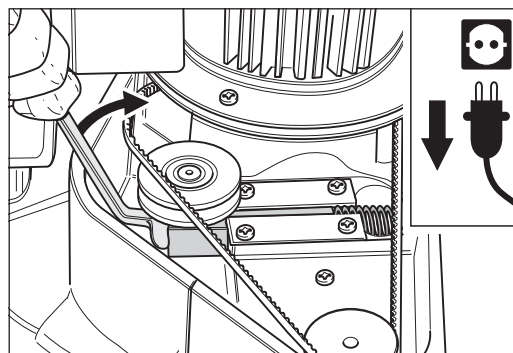

Abb. 97 Den Keilriemenspanner vorsichtig entspannen und den Ringschlüssel entfernen.
- 12 Entspannen Sie vorsichtig den Keilriemenspanner (Abb. 97) und entfernen Sie den Ringschlüssel.